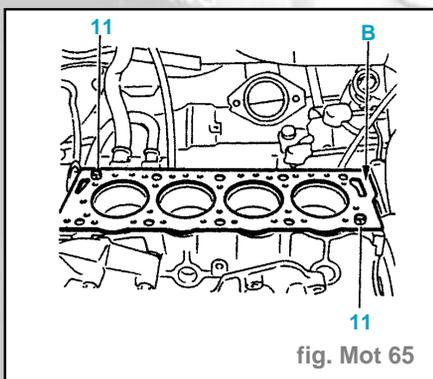

fig. Mot 65
- Vérifier la présence des goupilles (11) (fig. Mot. 65).
- languette (B) côté embrayage (fig. Mot. 65).